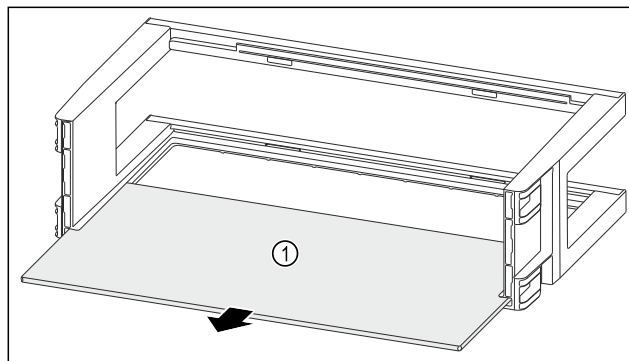

Fig. 130
- ▶ Извлеките съемную полку Fig. 130 (1).